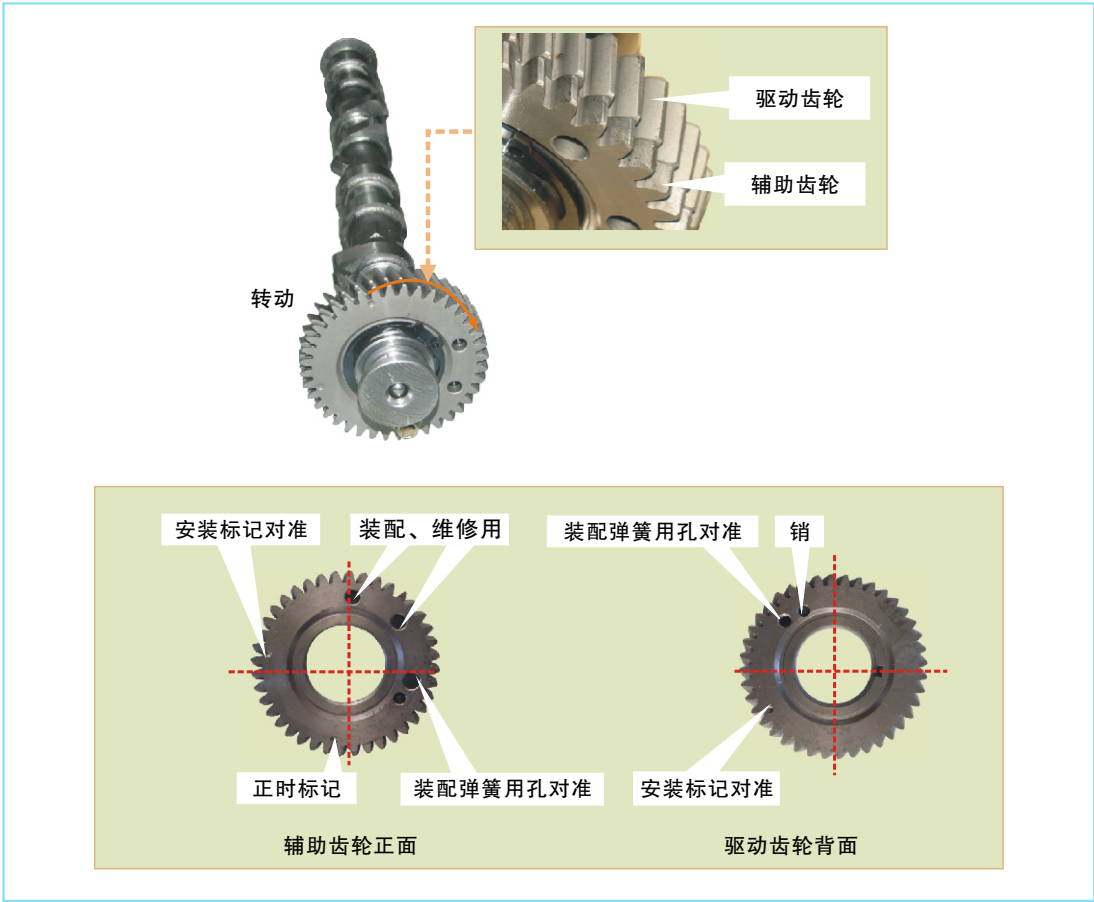

图2-108 辅助齿轮与驱动齿轮装配关系
④用专用维修工具顺时针转动凸轮轴辅助齿轮，使凸轮轴驱动齿轮与辅助齿轮的孔对准，安装维修用螺栓（图2-108）。